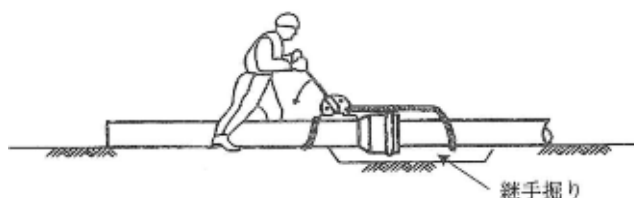

図 5-1 挿入機による差し込み
- 接着接合は、受口内面及び差口外面を綺麗に拭い、受口内面、差口外面の順で接着剤をはけで薄く均等に塗布する。接着剤塗布後は、速やかに差口を受口に挿入する。挿入方法は原則として挿入機を用いる（図 5-1 参照）。
- ゴム輪接続及び圧縮ジョイント接合は、受口及び差口を綺麗に拭い、ゴム輪が所定の位置に正しくおさまっていることを確認して、ゴム輪及び差口に指定された滑剤を均一に塗り、差し込みは原則として挿入機を用いる（図 5-1 参照）。